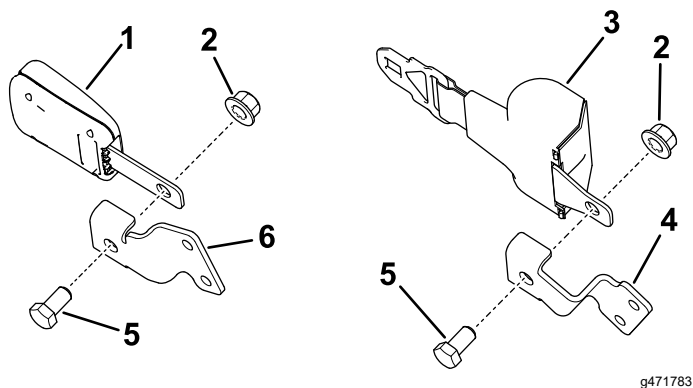

Рисунок 9
1. Установите ремни безопасности, прикрепив замок и язычок к внутренней части кронштейнов ремня безопасности с помощью 2 болтов с шестигранной головкой (1/2 x 1 дюйм) и 2 контргаек (1/2 дюйма), как показано на Рисунок 9.